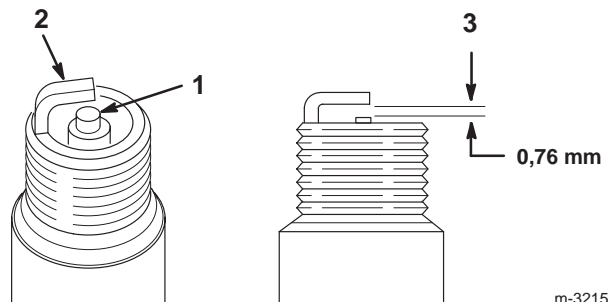

Figure 37
1. Inspectez le centre des bougies (Fig. 37). Si le bec de l'isolateur est recouvert d'un léger dépôt gris ou brun, le moteur fonctionne correctement. S'il est couvert d'un dépôt noir, c'est généralement signe que le filtre à air est encrassé.
3. Contrôlez l'écartement entre l'électrode centrale et l'électrode latérale (Fig. 37). Courbez l'électrode latérale (Fig. 37) si l'écartement est incorrect.